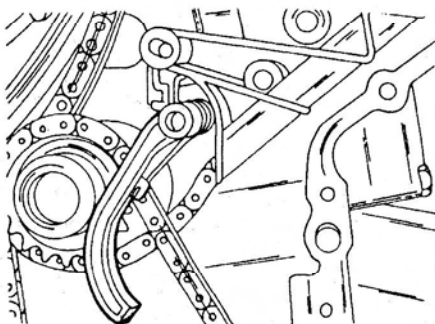

Рис. 74. Прежде чем снять планку успокоителя, завести натяжной рычаг за цепь и опереть в коленчатый вал.
- Снять крепление натяжного рычага цепи масляного насоса, как описано в предыдущем разделе, и оттянуть вниз рычаг (9) на рисунке 69 (см. также рисунок 74).